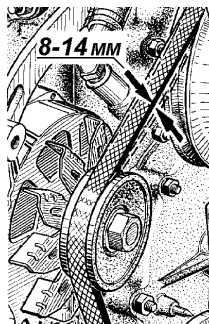

Рис. 4.36. Проверка натяжения ремня вентилятора
- двигатели УМЗ - 8-14 мм (рис. 4.36) при нажатии на него с усилием 39 Н (4 кгс),